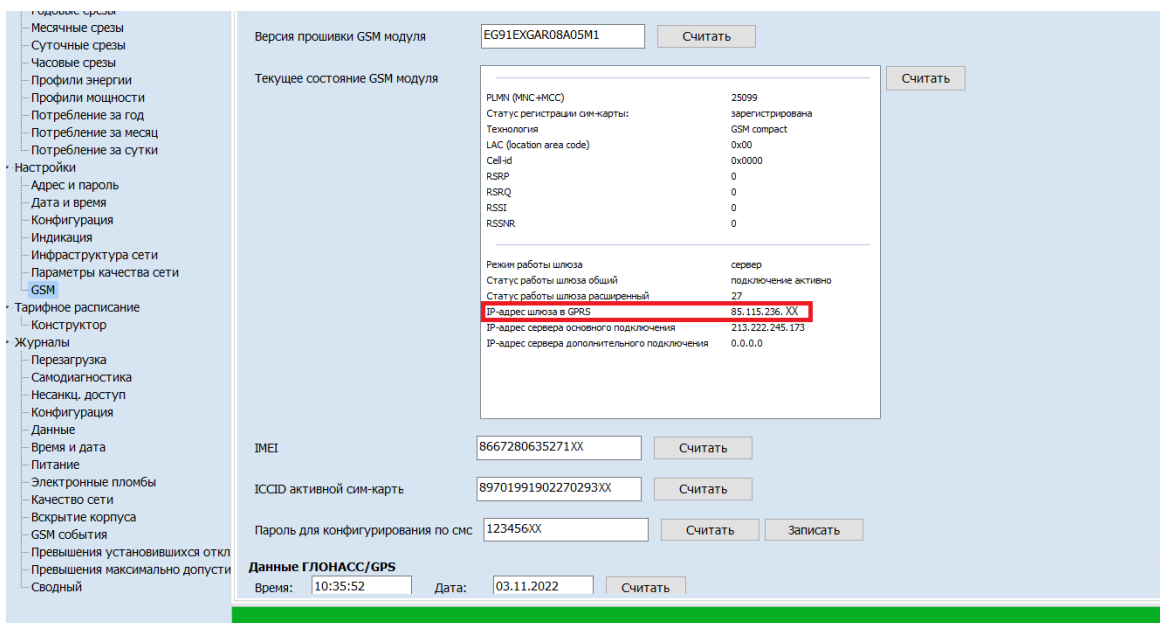

Рисунок 3.2. Считывание статического IP-адреса.
2. Необходимо узнать у оператора фактический IP-адрес своей сим-карты, либо определить его с помощью «Meter tools» путем подключения по RS232 или M2M и считывания данных (рис. 3.2). Однако, надо иметь ввиду, что не всегда «Meter tools» считывает IP-адрес корректно.
- 3.4 Результат считывания IP-адреса сим-карты отобразится выше (рис. 3.2).